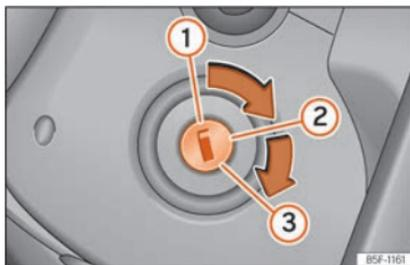

Fig. 136 Posições da chave da ignição.
Posições da chave »» Fig. 136
- Rode a chave para a posição **2** (Fig. 136). Em veículos diesel ocorre o pré-aquecimento.
- Continue a rodar a chave para a posição **3** (Fig. 136) sem pressionar o acelerador.
- *Veículos com fechadura de ligação:* Rode a chave até à posição »» **Fig. 136** .